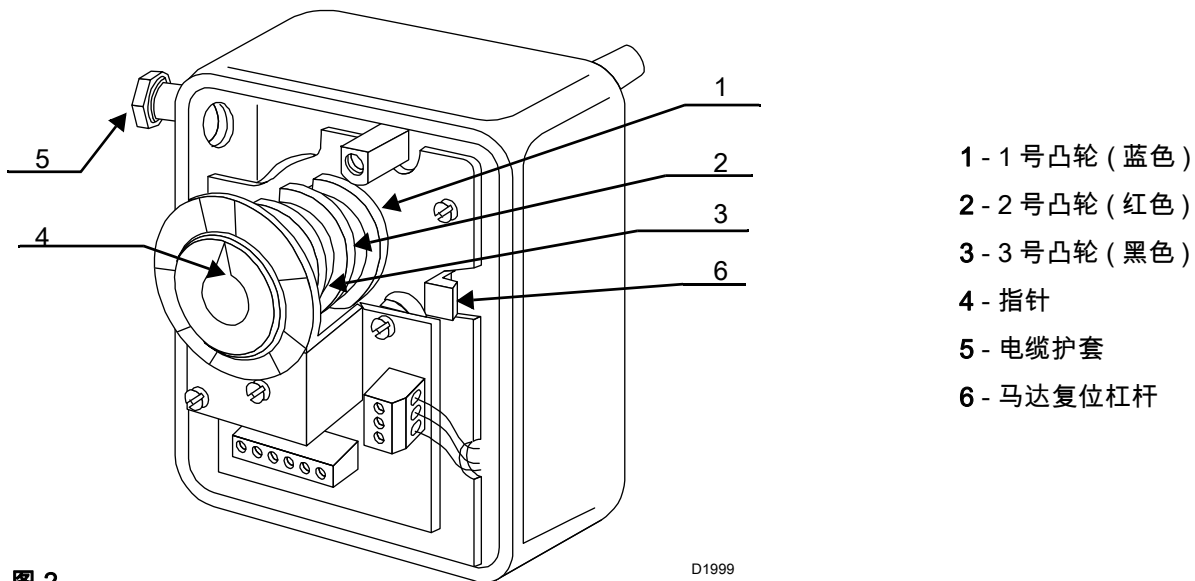

图 2
- 转动伺服马达上的转换杆 6) 图 2, 脱开凸轮 1) 图 5 的连接。